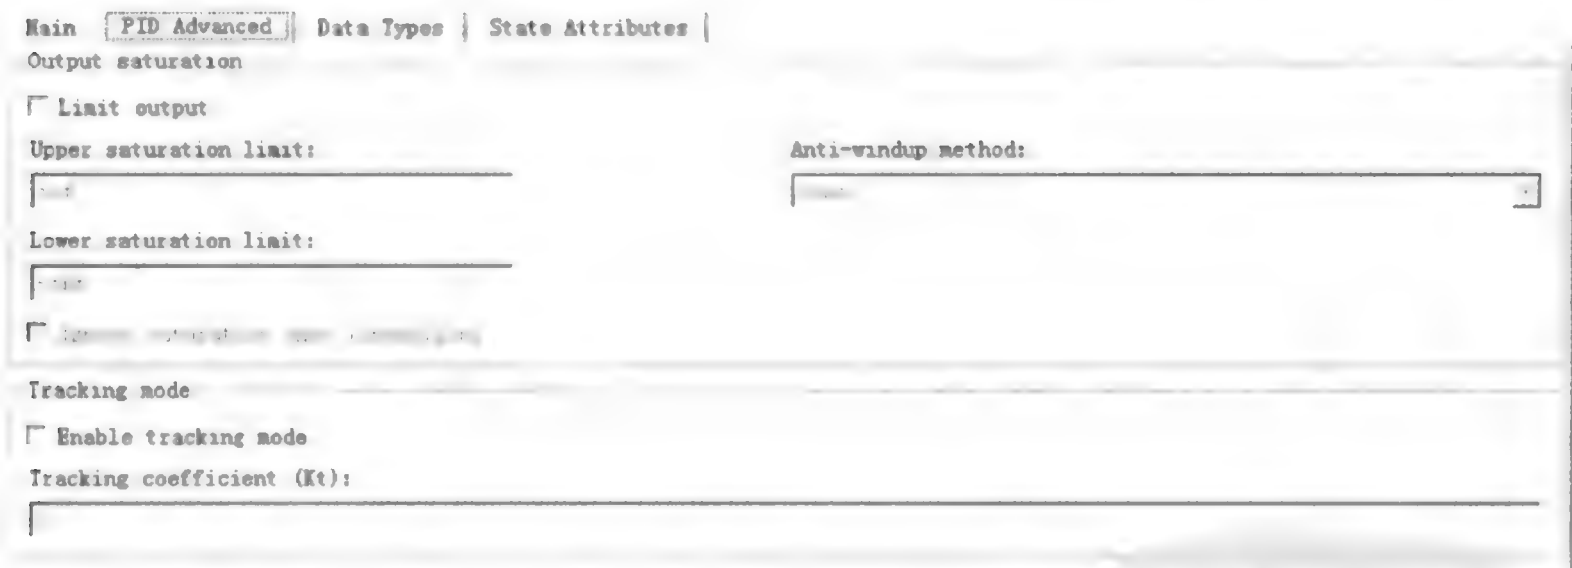

图 2.2.65 PID Advanced 选项卡
- (1) Controller 通过 Controller 下拉菜单中的 P、I、PI、PD、PID 选项轻松地切换控制器的结构模式。
- (2) Time-domain 选项可以快速地在连续域和离散域间切换。
- (3) Controller Setting 选项可以为控制器选择工作状态“并行”或“理想型”具体区别可参考 help 文件。
- (4) PID Advanced 选项卡中可以对控制器做一些高级设置,比如输出饱和限制,抗积分饱和特性,追踪模式等,如图 2.2.65 所示。